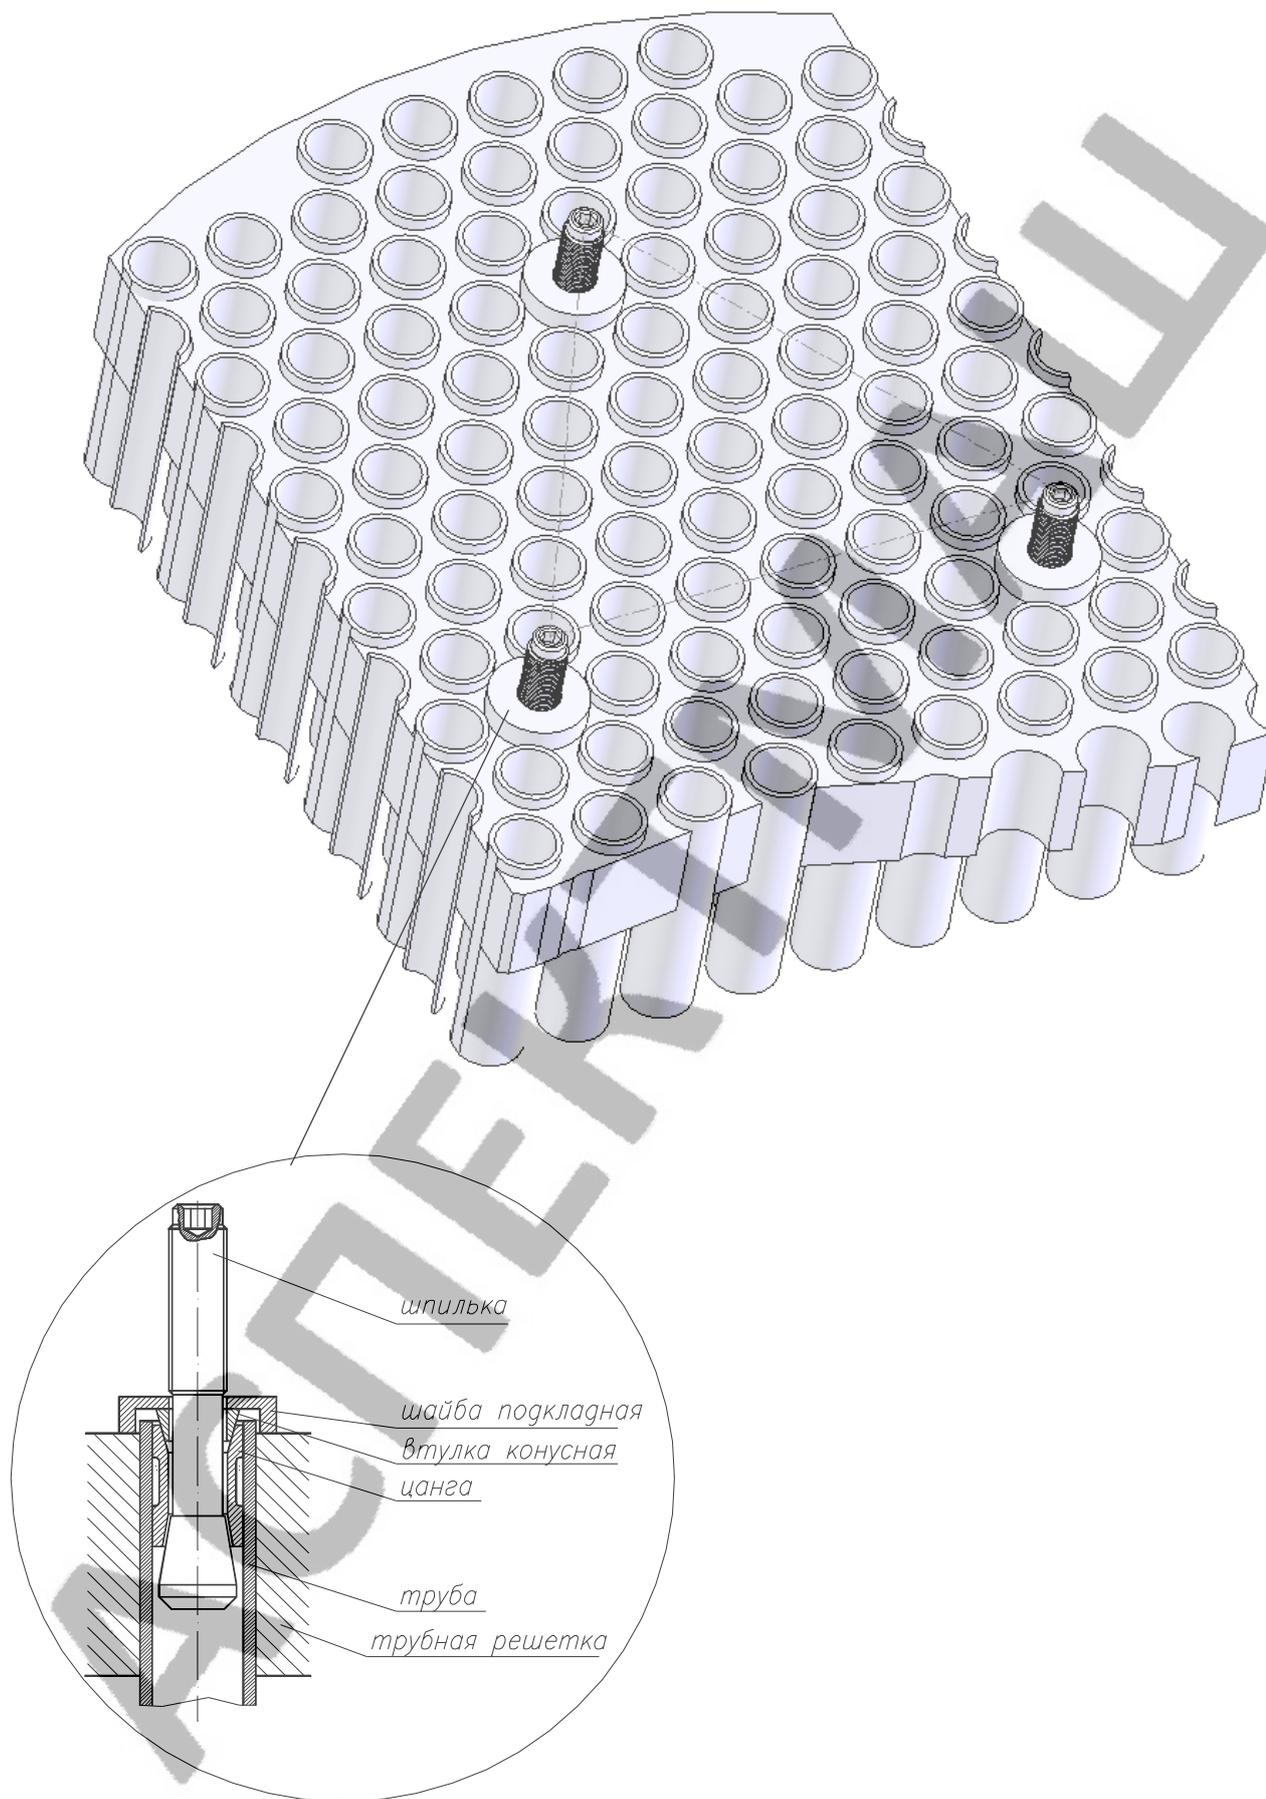

Рис. 3. Схема размещения цанговых зажимов в трубной решетке перед установкой стойки
4.1.3. Установить в трубную решетку цанговые зажимы (рис. 3), свинтить с них гайки и снять опорные шайбы. При необходимости – повернуть подкладные шайбы на шпильках так, чтобы резьбы на шайбах и шпильках полностью вышли из взаимного зацепления.